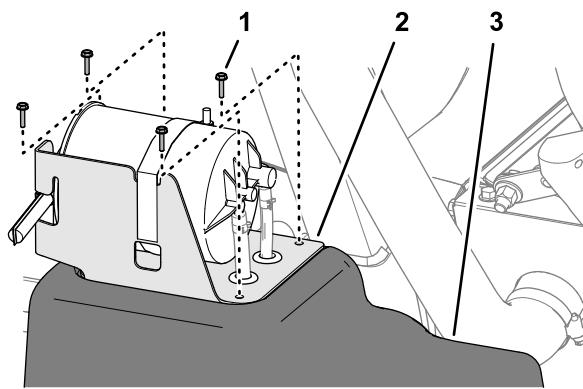

Bild 92
5. Flüchten Sie die Löcher in der Halterung für Aktivkohlefilter mit den Löchern im Kraftstofftank aus (Bild 92).
6. Befestigen Sie die Halterung mit den vier Schrauben (Nr. 10 x $\frac{3}{4}$ ") am Kraftstofftank (Bild 92).